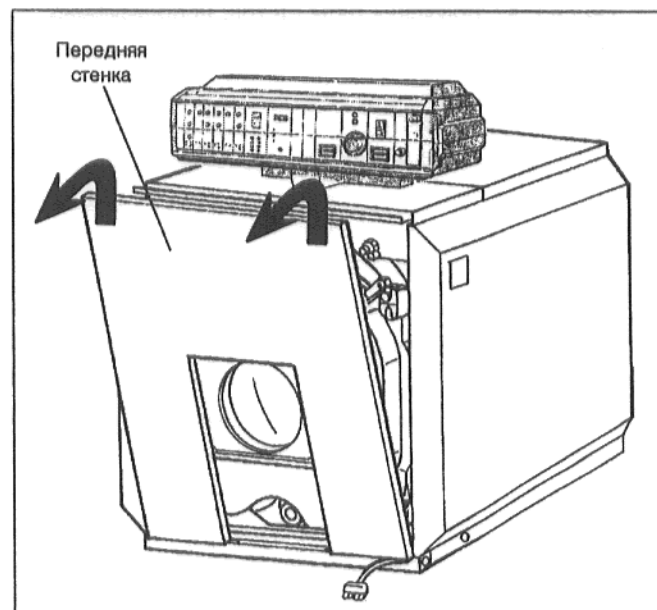

Рис. 44
- Приподнять переднюю стенку и снять ее, подав вперед (Рис. 44).